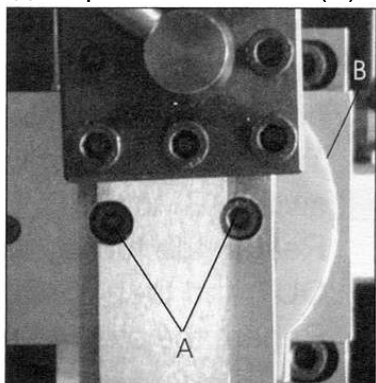

Рис.8
ложен на поперечном суппорте и установлен к нему под прямым углом (обозначен нулевой отметкой на корпусе поперечного суппорта). Чтобы установить продольный суппорт для пиления под углом, двигайте салазки, пока не покажутся два крепёжных винта (A), см. *Рис.8*